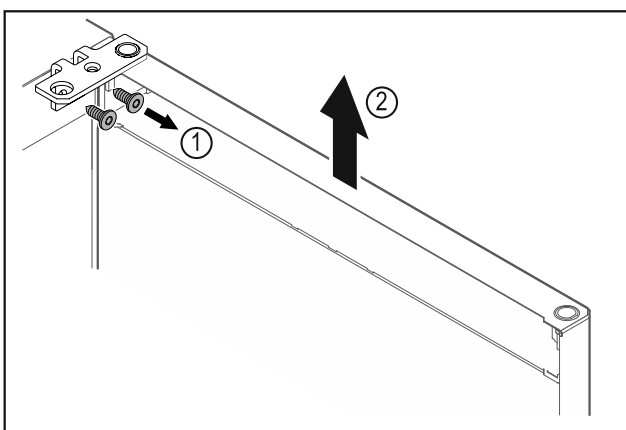

Fig. 12
- ▶ Dévisser l'équerre de la charnière Fig. 12 (1).
- ▶ Soulever la porte (équerre de charnière incluse) Fig. 12 (2) d'environ 200 mm et la retirer.